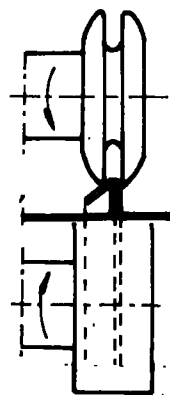

Fig. 8
- b Repita los sub-pasos e y f del 2° Paso, Caso II (figs. 8 y 9).